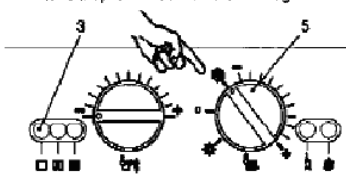

fig. 6.4
- 15 Dar alimentação eléctrica à caldeira (interruptor bipolar); a lâmpada do sinalização 3 na fig. 6.4 se acende cerca de cada quatro segundos.
- 16 Rodem o selector 5 como na fig. 6.4. A lâmpada de sinalização 3 lampeja com intermitância aproximadamente cada segundo.